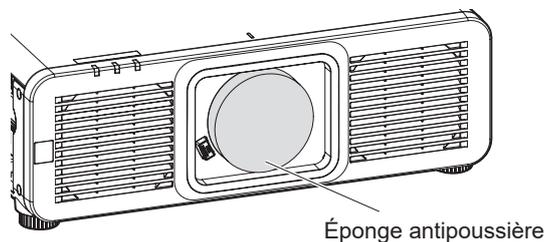

Fig.1
1) Retirez l'éponge antipoussière. (Fig. 1)